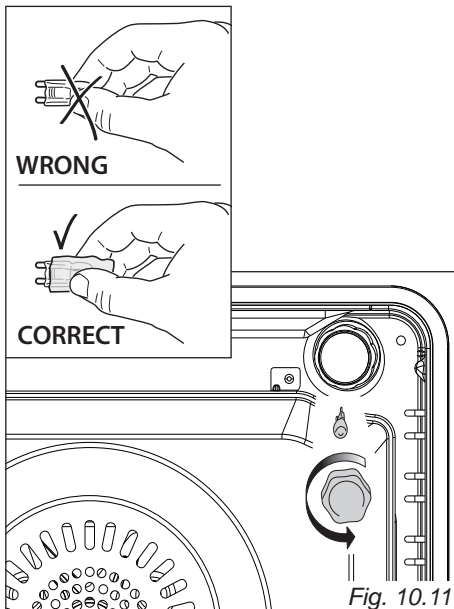

Fig. 10.11
- Remove the protective cover (fig. 10.11 - 10.12).